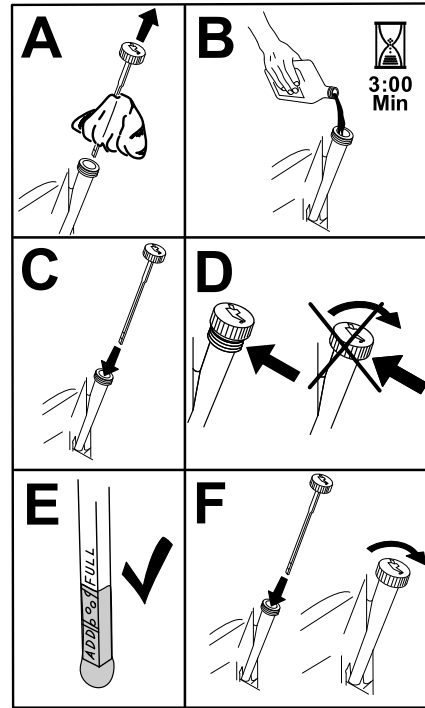

Figura 49
6. Vierta lentamente un 80% aproximadamente del aceite especificado por el tubo de llenado, luego añada lentamente el resto del aceite hasta que llegue a la marca de Lleno (Figura 49).